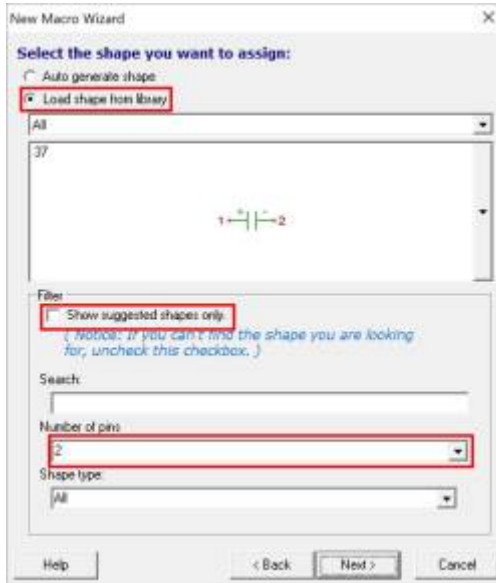

Fig. 4: Macro
3. Im Macro Wizard - Symbolauswahl (figure 4)